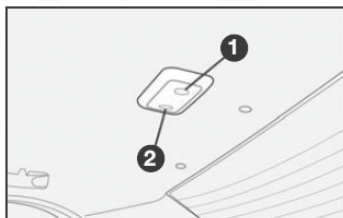
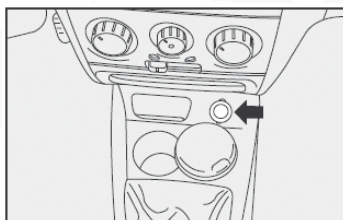

fig. 90
fig. 91
LUZ INTERNA TRASERA - fig. 90 (si así está equipado)
TOMA DE CORRIENTE -fig. 91
- Efectúe el bloqueo de las puertas, manualmente, presionando la manija interna de la puerta delantera derecha A-fig. 90 y luego gire la llave en la cerradura externa de la puerta del conductor 2-fig. 91 en el sentido de las agujas del reloj.